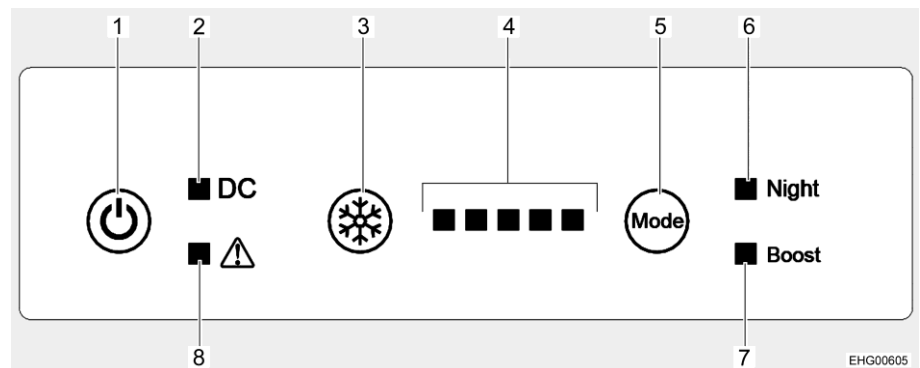

Fig. 165 Elementi di comando (frigorifero)
**Accensione:** ■ Premere il tasto On/Off (Fig. 165,1). Tutte le spie di controllo si accendono (test luci) e dopo circa 3 secondi si spengono. Soltanto la spia di controllo funzionamento (Fig. 165,2) rimane accesa, a indicare che il frigorifero è in funzione. Il compressore si avvia con un breve ritardo.
**Spegnimento:** ■ Premere il tasto On/Off (Fig. 165,1). La spia di controllo funzionamento (Fig. 165,2) si spegne.
■ Premere il tasto livello refrigerazione (Fig. 165,3) fino a quando viene visualizzato il livello di refrigerazione desiderato. Più sono le spie di controllo (Fig. 165,4) accese, tanto più alta è la potenza refrigerante (e anche il consumo energetico).
- Premere ripetutamente il tasto modalità di funzionamento (Fig. 165,5) finché la spia di controllo modalità notte (Fig. 165,6) si accende. Il frigorifero funziona adesso in modalità notte.
- Premere ripetutamente il tasto modalità di funzionamento (Fig. 165,5) finché la spia di controllo modalità notte (Fig. 165,6) si spegne. Il frigorifero funziona di nuovo in modalità normale.
- Premere ripetutamente il tasto modalità di funzionamento (Fig. 165,5) finché la spia di controllo modalità boost (Fig. 165,7) si accende. Il frigorifero funziona adesso in modalità boost.
- Premere ripetutamente il tasto modalità di funzionamento (Fig. 165,5) finché la spia di controllo modalità boost (Fig. 165,7) si spegne. Il frigorifero funziona di nuovo in modalità normale.